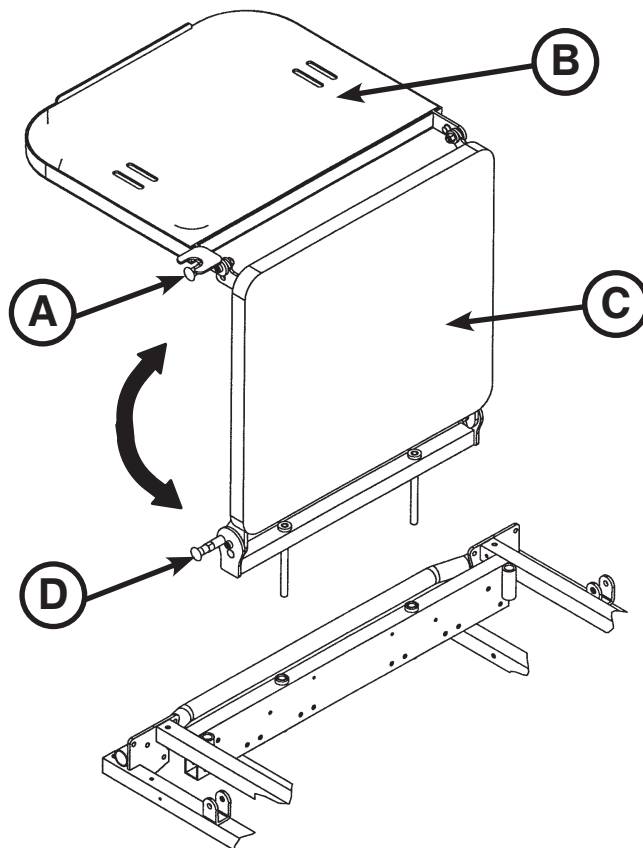

Figure 19 : Rallonge/tablette porte-défibrillateur en option – Côté pied
Pour utiliser en tant que tablette porte-défibrillateur, tirer le bouton supérieur (A) et faire pivoter la tablette (B) au-dessus de la rallonge (C) jusqu'à l'horizontale, à plat du côté pied du brancard, comme illustré dans la Figure 19.
Pour utiliser en tant que rallonge, tirer le bouton (A) et faire pivoter la tablette porte-défibrillateur en sens inverse jusqu'à ce qu'elle s'enclenche contre la rallonge (C). Tout en maintenant l'assemblage, tirer sur le bouton du bas (D) et abaisser la rallonge à l'horizontale, comme illustré dans la Figure 19.